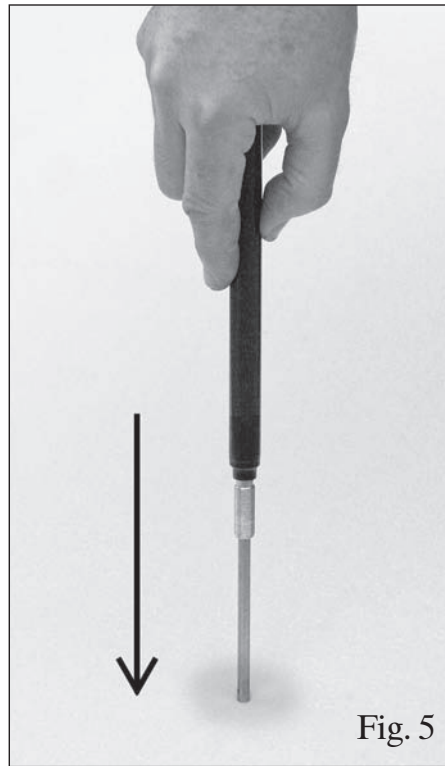

Fig. 5
10. Die Kolbenstange (3) des gekühlten Zylinders (1) in den Zylinder schieben. Diesen dabei auf eine Tischplatte oder den Boden stützen – siehe Abb. 5